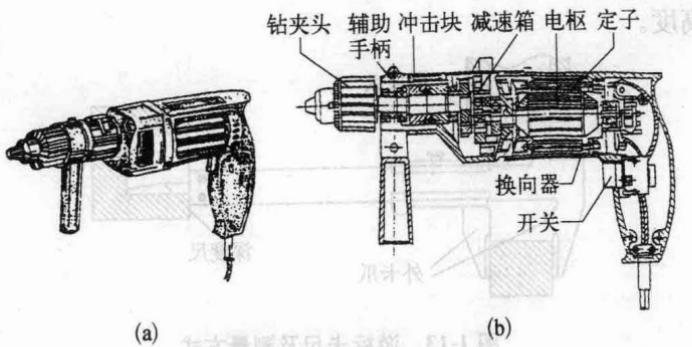

图 1-11 冲击钻
(2) 冲击钻 其外形如图 1-11。
① 作为普通电钻用:用时把调节开关调到标记为“旋转”的位置,即可作为电钻使用。
② 作为冲击钻用:用时把调节开关调到标记为“冲击”的位置,即可用来冲打砌块和砖墙等建筑材料的木榫孔和导线穿墙孔,通常可冲打直径为 6~16 mm 的圆孔。